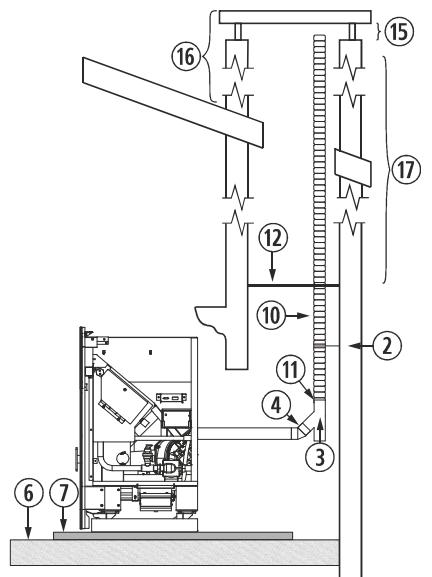

Figura 7
- 4.26.** A instalação de um encastrável numa chaminé de obra pode ser feita em toda a sua totalidade em tubo flexível, tal como indicado na figura 7. Devemos ter especial cuidado na hora de realizar o isolamento entre a chaminé e o tubo da saída de gases para evitar possíveis retrocessos de gases em caso de tempestade.